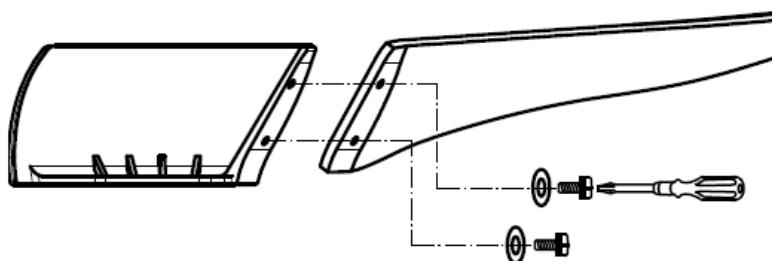

Abb. 7
- Befestigen Sie das Rotorblatt durch Anziehen der 2 Rotorblattschrauben mit Unterlegscheiben an seinem Halter. Abb. 7